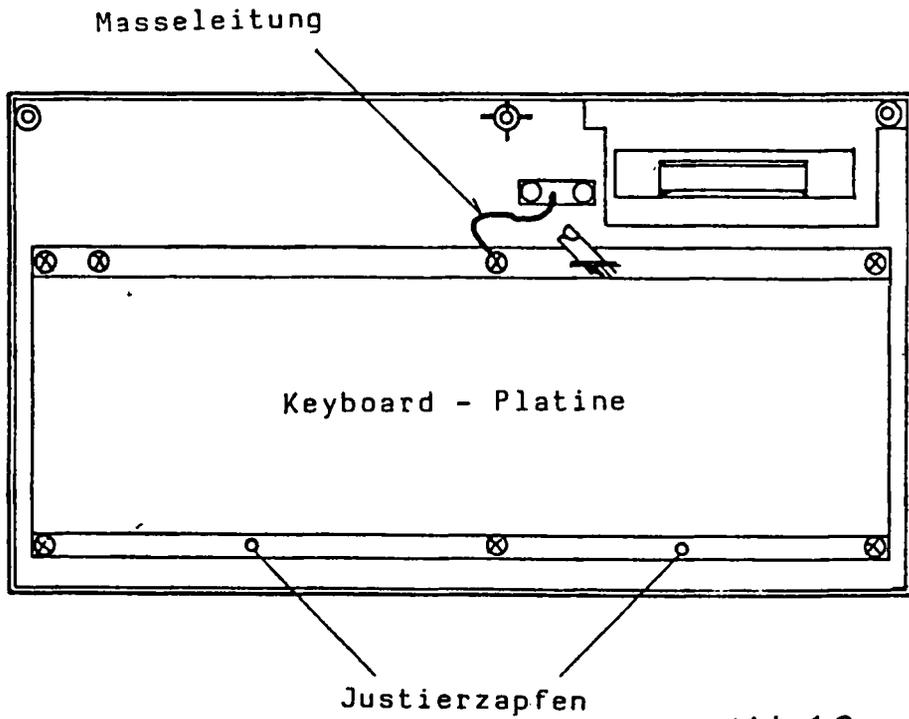

Abb. 1.2
In das Oberteil des Gehäuses ist die Tastaturplatine eingebaut. Auf ihr sind alle Tasten sowie die Leuchtanzeigen montiert. Zur mechanischen Stabilisierung ist diese Platine mit zusätzlichen Verstärkungen versehen. Die obere Kunststoffschale enthält Justierzapfen, die als Montagehilfe in die Tastaturplatine ragen (Abb. 1.2).
4. Mit Φ bezeichnete Schrauben (Abb. 1.2) mit einem passenden Kreuzschlitzschraubendreher herausdrehen.